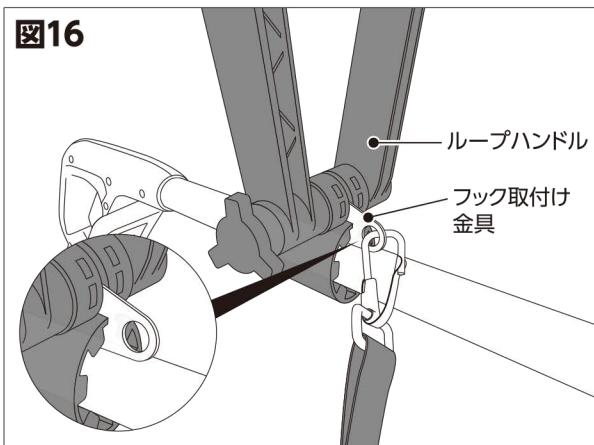

図17
- ③金属刃若しくは樹脂ブレードが地面と水平になるように肩掛けベルトの長さを調節してください。(図17)
- ④フック及びワンタッチ安全バックルを引っ張って抜けないことを確認してください。